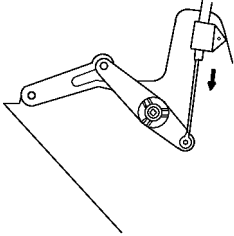

图 19-58 装上控制钢索并锁紧卡夹
(1) 调整进气口风挡的控制钢索。将进气口风挡和进气控制杆设定到“新鲜 (FRESH)”位置，然后装上控制钢索并锁紧卡夹。如图 19-58 所示。